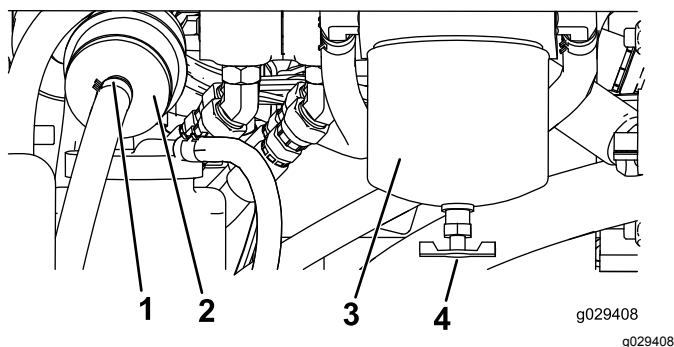

Figura 47
4. Individuate il filtro carburante sul lato posteriore del motore (Figura 47) e posizionate un recipiente pulito sotto di esso.
4. Individuate i filtri carburante sul lato destro del motore (Figura 47) e posizionate un recipiente pulito sotto di esso.
5. Pulite la superficie circostante la scatola del filtro (Figura 47).
6. Rimuovete la scatola del filtro e pulite la superficie di montaggio (Figura 47).
9. Installate a mano la scatola del filtro finché la guarnizione non tocca la superficie di appoggio, poi ruotatela per un altro 1/2 giro (Figura 47).
10. Individuate il filtro in linea a sinistra della scatola del filtro del carburante (Figura 47) e prendete nota della direzione della freccia del flusso sul lato del filtro in linea.
11. Aprite i fermi su ciascuna estremità del filtro in linea ed estraete i flessibili (Figura 47). Gettate via il filtro.
12. Fate scorrere i flessibili sull'estremità di un nuovo filtro (Figura 47), assicurandovi che la freccia sul filtro sia rivolta verso il motore o la pompa elettrica del carburante.